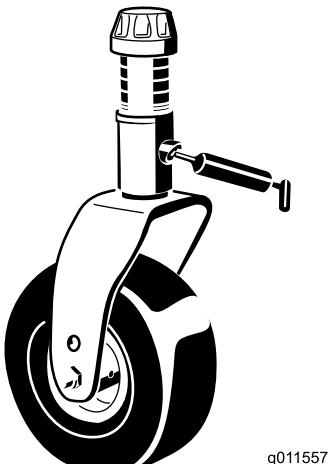

Figura 19
- Casquillos (4) del eje de la horquilla de las ruedas giratorias (Figura 19)